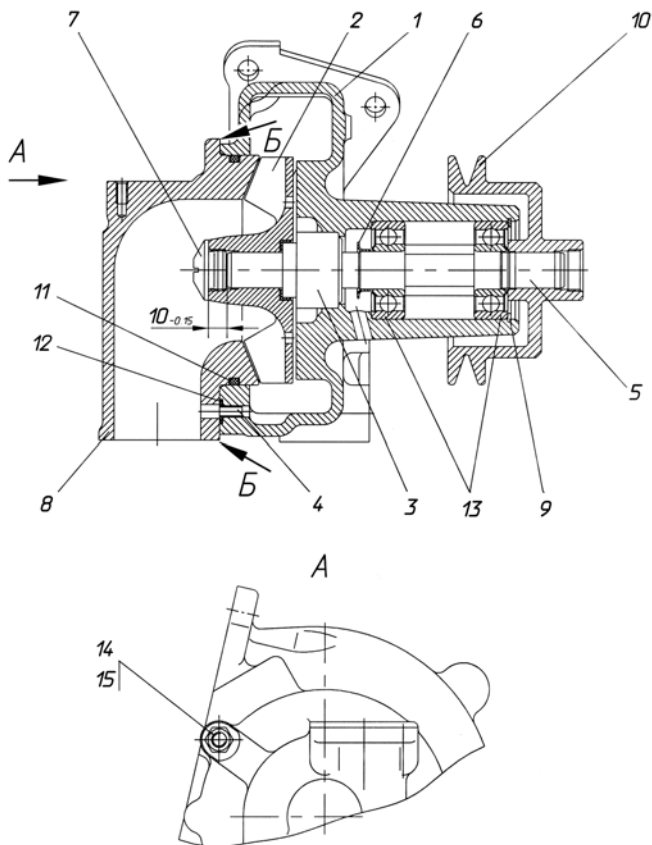

Рис. 13. Водяной насос:
5. Отвернуть гайки 14 (рис. 13) патрубка 8.
13. Выпрессовать из корпуса 1 вал 5 с водосбрасывателем 6 и подшипниками 13 (см. рис. 13).
2. Напрессовать на вал 5 (рис. 13) подшипники 13 и водосбрасыватель 6. При этом необходимо:
9. Напрессовать крыльчатку 2 в сборе с манжетой и уплотнительной втулкой на вал 5 (рис. 13). При этом необходимо:
- установить крыльчатку и вал в размер $10_{-0,15}$ мм (рис. 13) между торцом вала и торцом ступицы крыльчатки. Для этого необходимо при запрессовке установить на торец вала диск диаметром не более 13 мм и высотой $10_{-0,15}$ мм.